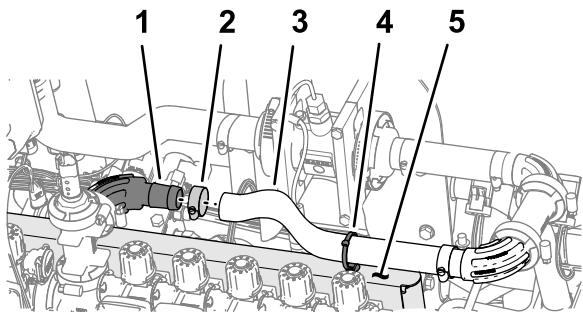

図 111
- 図 111 に示すように、ホース 1 x 16" = 40 cm を 90 度フランジフィッティングに組み付ける。
- ホースクランプを使ってホースをフランジフィッティングに固定する 図 111。
- 図 111 に示すように、ケーブルタイ押し込みファスナーをバルブマウント上部の穴に取り付ける。
- ケーブルタイ押し込みファスナー 図 111 をホース 1" x 16" = 40 cm に巻き付ける。